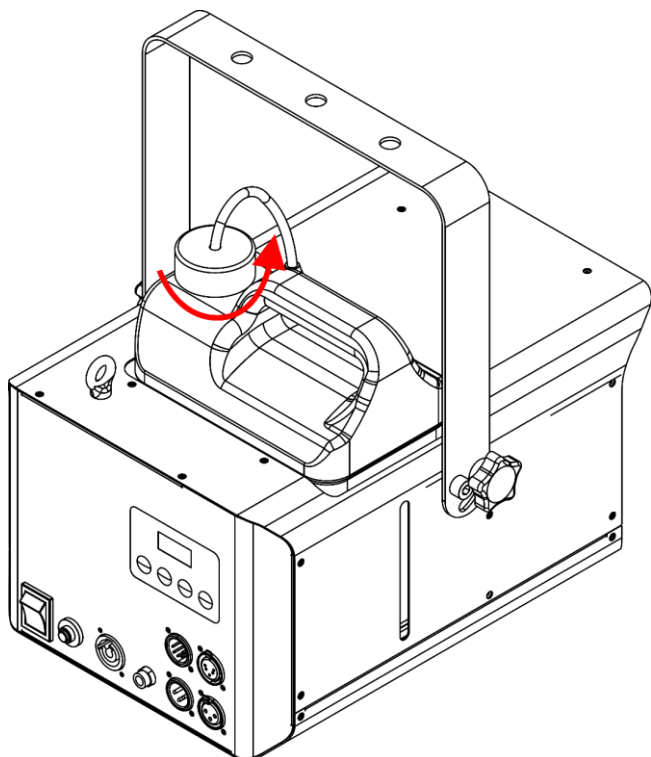

Fig. 08
- 02) Desenrosque la tapa del depósito de líquido, como se muestra en la Fig. 08.